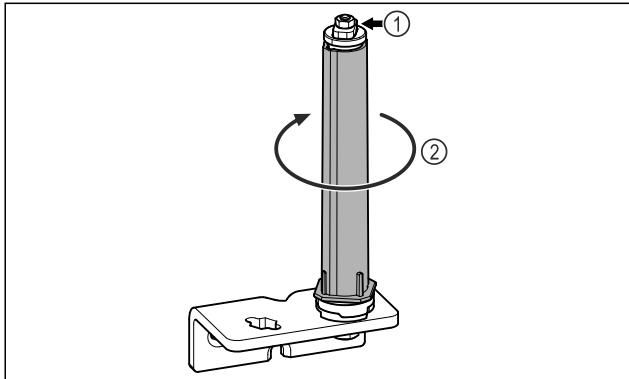

Fig. 22
▶ Ne razstavite sistema za zaklepanje vrat Fig. 22 (1).
- ▶ Obračajte zaporni sistem Fig. 22 (2), dokler ne klikne.